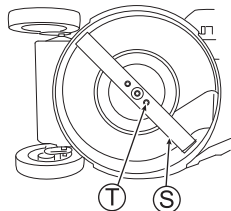

Fig. 34
2. Si la lame (S) ou ses boulons de montage de la lame (T) sont "usés", "cassés" ou "déformés", remplacez-les par des pièces neuves correspondant à nos spécifications.
3. Vérifiez que les boulons de montage de la lame (T) sont bien serrés au couple de serrage spécifié. (Voir Fig. 34)
2. Serrez complètement les boulons de montage de la lame (T) à la main.
4. Vérifiez que les boulons de montage de la lame (T) sont bien serrés au couple de serrage spécifié. (Voir Fig. 34)